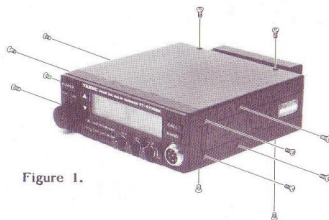

Figure 1.
- (1) Se usa la abrazadera como plantilla para una vez determinado el emplazamiento con suficiente circulación de aire para ventilación y facilidad de acceso a los mandos y dial, marcar los orificios de sujeción de la abrazadera y taladrarlos con broca de 5 mm Ø. Se asegura la abrazadera con los tornillos, arandelas y tuercas suministrados. Fig 1.
- (1) Se desconecta el cable de alimentación, DC, y fijándonos en la Fig 1, se retiran los seis tornillos que sujetan la tapa del aparato, a fin de instalar el FTS-8 para la banda de 2 m. Si se vá a instalar el FTS-6 para la banda de 70 cm, se retiran los seis tornillos de la tapa inferior que constituye el fondo del aparato. En este caso se procurará no forzar los conductores del altavoz interno del aparato.